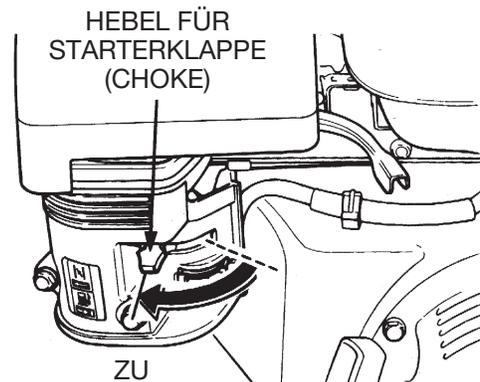

Abb. 27. Hebel für Starterklappe (Choke), Position ZU
8. Bei **kaltem Wetter** den **Hebel für die Starterklappe** auf **ZU** stellen (Abb. 27).